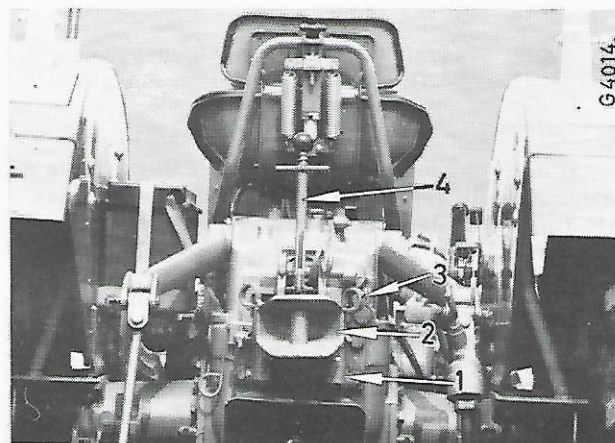

Fig. 26
La hauteur de la chape d'attelage arrière (2, fig. 26) est réglable. Pour procéder à ce réglage, enlevez les axes de montage (3) et déportez la chape (2) dans les trous du support appropriés, puis remettez les axes (3). Une position supplémentaire peut être obtenue en retournant la chape (2).